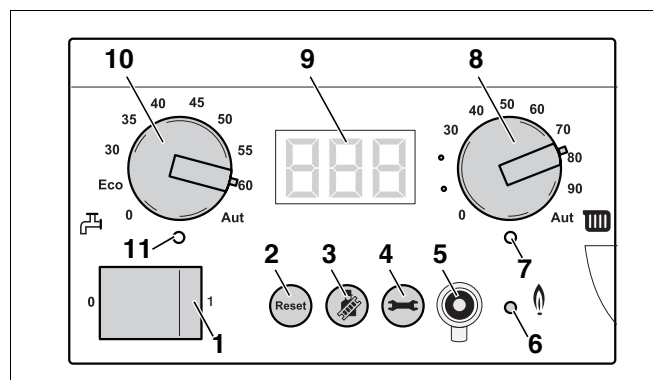

Рис. 82 Главный регулятор BC10
- Выключить отопительную установку пусковым выключателем на главном регуляторе Logamatic BC10 (рис. 82, **поз. 1**).
- Включить отопительную установку пусковым выключателем на главном регуляторе Logamatic BC10 (рис. 82, **поз. 1**).
- После того как светодиод "Горелка" (рис. 82, поз. 6) загорится, подождать одну минуту, пока отопительный котел не перейдет на частичную нагрузку.
- Нажать и удерживать нажатой кнопку "Трубочист" (рис. 82, поз. 3), пока точка на дисплее не погаснет.
- Выключить отопительную установку пусковым выключателем на главном регуляторе Logamatic VC10 (рис. 82, поз. 1).
- Включить отопительную установку пусковым выключателем на главном регуляторе Logamatic VC10 (рис. 82, поз. 1).